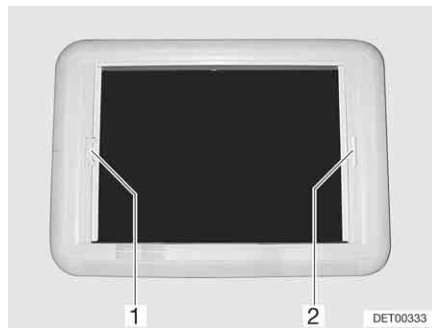

Fig. 67 Claraboya Heki, bloqueo de la persiana
- Tirar del tirador (Fig. 67,2) de la persiana oscurecedora enrollable hacia el asidero opuesto de la mosquitera enrollable (Fig. 67,1) y hacerlos engatillar.
- Con la otra mano, presionar el listón de desbloqueo en el tirador de la mosquitera enrollable (Fig. 67,1), en dirección al tirador. Se suelta el bloqueo.
- Tirar del asidero (Fig. 67,1) de la mosquitera enrollable hacia el asidero opuesto de la persiana oscurecedora (Fig. 67,2) y hacerlos engatillar.
- Sujetar la mosquitera enrollable (Fig. 67,1) por el tirador y empujar el listón de desbloqueo en dirección del asidero. Se suelta el bloqueo.